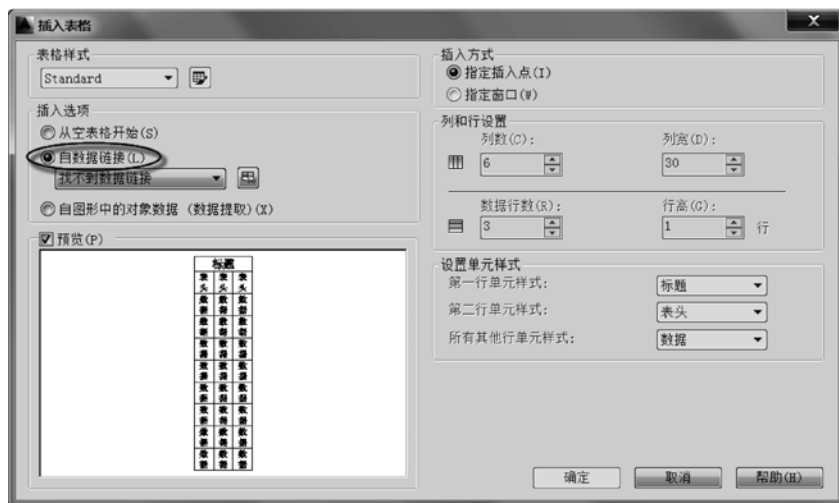

图 7-14 选择“自数据链接”单选按钮
2) 在“插入表格”对话框的“插入选项”选项组中,选择“自数据链接”单选按钮,如图 7-14 所示。